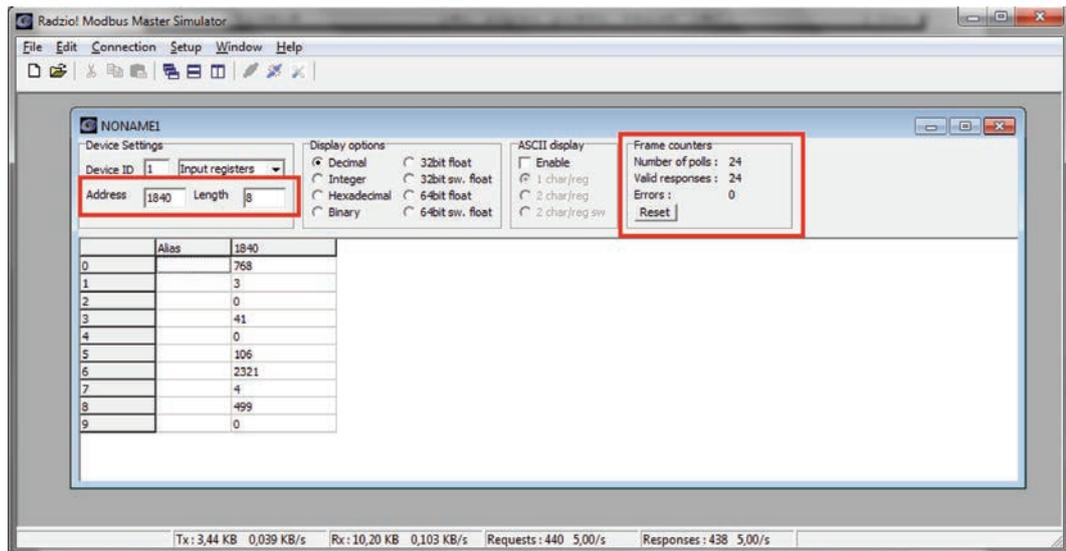

Fig 11: Ejemplo de Modbus
12. Acceda a las direcciones deseadas en la hoja Modbus en Radzio (Fig 11) tal como se describe en el documento Modbus (Fig 12).
Si solo ve ceros o valores incorrectos, verifique el Contador de cuadros (Fig. 11) para asegurarse de recibir "Respuestas válidas". De lo contrario, es posible que la configuración sea incorrecta.